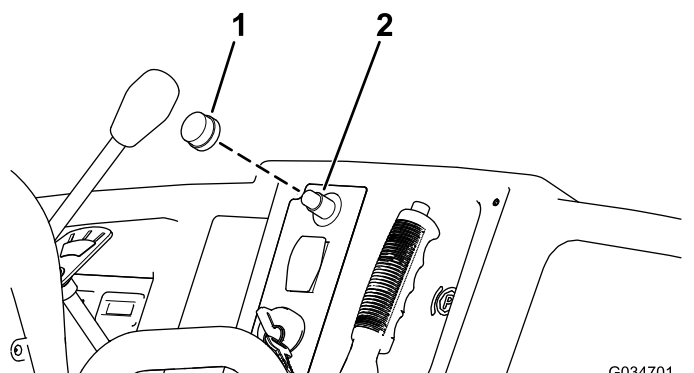

Bild 6
3. Befestigen Sie die Gummitaste am Hupenschalter (Bild 6).